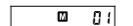
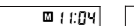
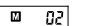

Abbildung 7-4
Abbildung 7-5
Abbildung 7-7
- Wenn der Durchschnitt angezeigt wird, drücken Sie erneut die Taste „MEM“ – der zuletzt gespeicherte Wert wird angezeigt. Siehe Abbildung 7-4. Anschließend werden der Blutdruck- und der Pulswert einzeln angezeigt. Das Symbol für unregelmäßigen Herzschlag (falls vorhanden) blinkt. Siehe Abbildung 7-5 und 7-6. Drücken Sie die Taste „MEM“ nochmals, um die nächsten Ergebnisse nochmals anzusehen. Siehe Abbildung 7-7. Durch wiederholtes Drücken der Taste „MEM“ werden die zuvor gemessenen Ergebnisse angezeigt.